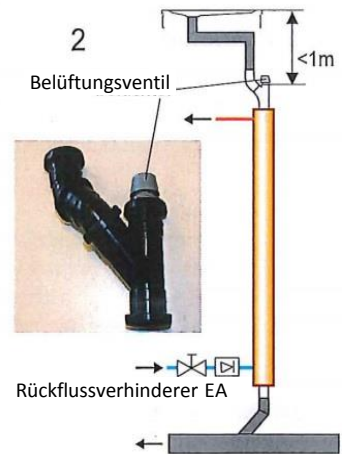

Abb. 6
2. Ein Belüftungsventil oberhalb des Wärmetauschers montieren. Dieses Ventil darf nicht niedriger platziert werden als 1 Meter unter der Oberkante der Duschwanne / des Duschbodens (siehe Abb. 6).